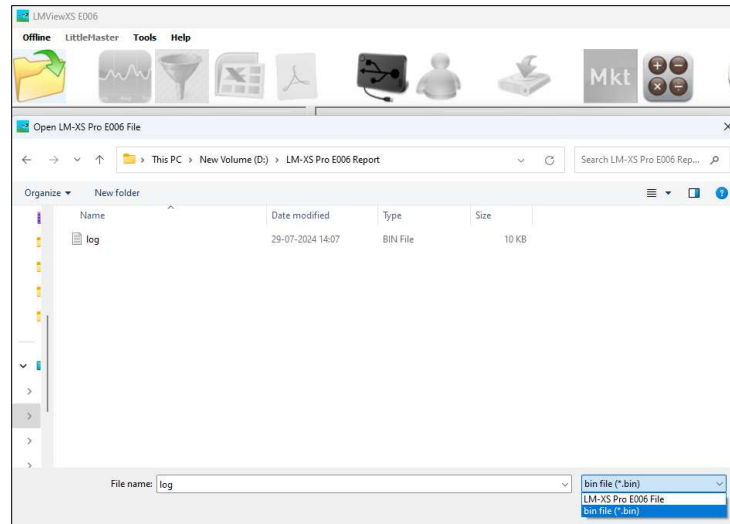

Figura 26 Abrir los datos de registro descargados
- Haga clic en el botón "**Abrir lote descargado**"  para abrir el archivo de datos de registro copiado del registrador de datos desde la ubicación almacenada como se muestra en la figura 26.